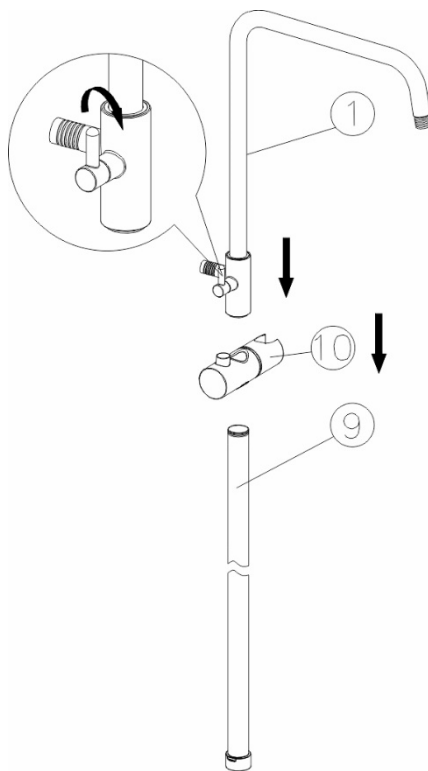

Рисунок 4
11. Соедините вместе душевую стойку (часть 9), держатель душевой лейки (часть 10), верхнюю душевую стойку (часть 1) и корпус смесителя (часть 15) вместе (Рисунок 4).